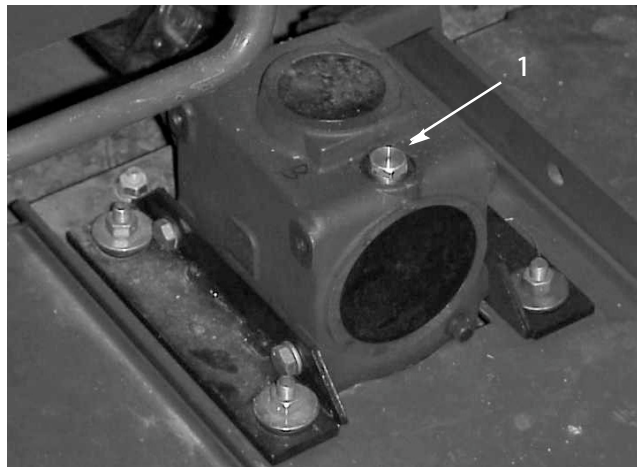

図 25
2. マシンとカッティングユニットを平らな場所に駐車させ、カッティングユニットを降下させる。ギア・ボックスの上部についているディップスティック兼給油プラグ（図 25）を取り、オイルの量が、ディップスティックについている2本のマークの間にあることを確認する。油量が少なければ、SAE 80-90 wt. ギア用潤滑油を2本のマークの間まで補給する。